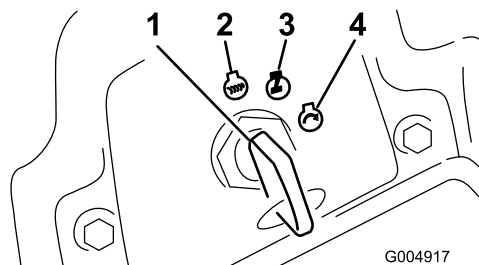

Figura 17
6. Girate la chiave di accensione in senso orario, in posizione di marcia (Figura 17).
3. Girate la chiave di accensione in posizione Off (Figura 17). Attendete che tutte le parti in movimento si siano fermate, prima di lasciare il posto di guida.